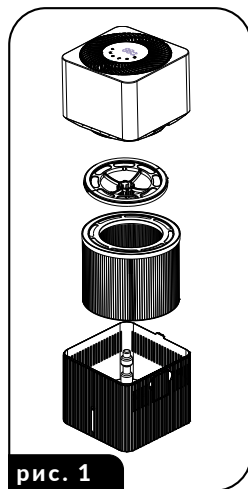

рис. 1
4. Снимите кожух (3) с устройства, снимите стопорное кольцо поплавка (4), а затем выньте фильтр (6) - (рис. 1). Снимите защитную пленку с фильтра (если фильтр защищен ею) и вставьте его обратно внутрь емкости (10). Снова установите поплавок и наденьте кожух (3) на емкость. Корпус (3) подходит к емкости для воды (10) в одном правильном положении.
5. Наполните водой емкость для воды (10).